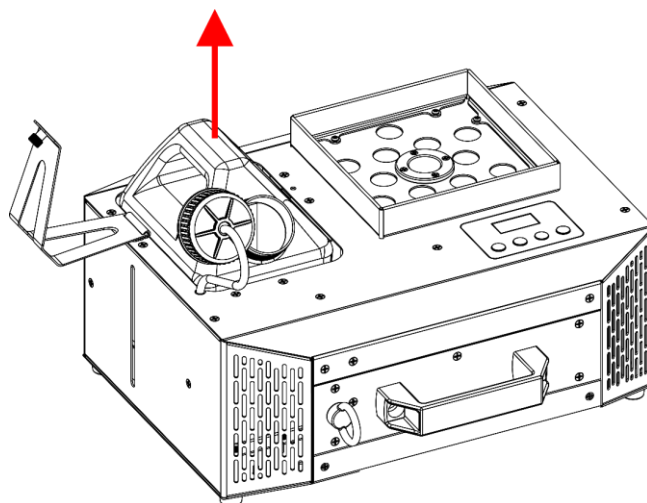

Abb. 31
- 05) Nehmen Sie den **Flüssigkeitstank (02)** heraus, wie in Abb. 31 gezeigt.